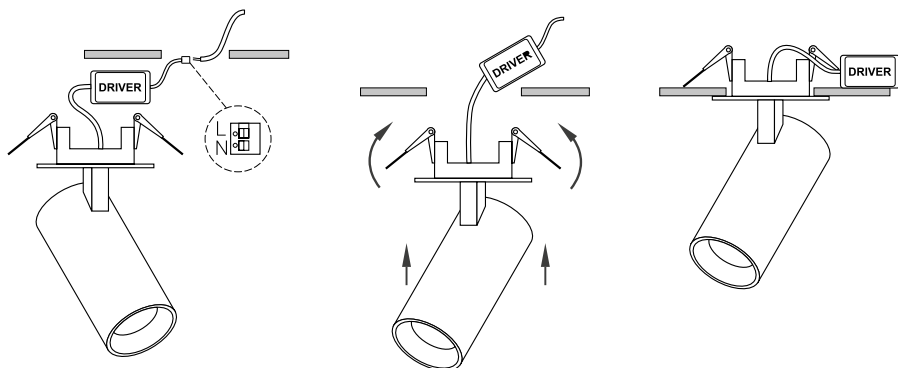

Рис. 2. Установка и подключение светильника
- 3.6. Отрегулируйте необходимый угол излучения, переместив нижнюю часть светового модуля вниз/вверх, как показано на рис. 2.